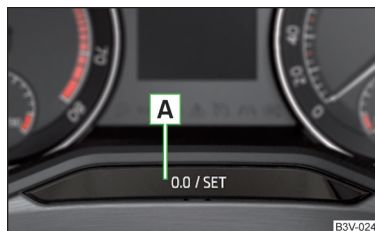

Fig. 23
► Pulse ligeramente la tecla **A** » fig. 23 de la pág. 44.
- Mantenga pulsada la tecla **A** » fig. 23 hasta que se muestre en la pantalla el punto de menú **Hora**.